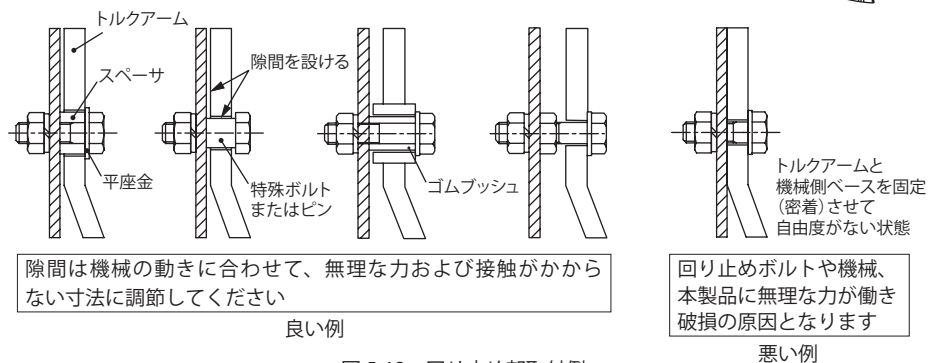

図 5-12 回り止め部取付例
(3) トルクアーム取付 (枠番 1110 ～ 1640)
① 被動軸への取り付け
- ・はめあいが固い場合は、中空軸の端面を木製ハンマで軽くたたいて挿入してください。この際、ケースやオイルシールは絶対にたたかないでください。また、特にはめあいが固い場合は、図 5-12 のような治具を製作してご使用いただければ、よりスムーズに挿入できます。
①……止め輪 ②……スペーサ ③……スラスト軸受 ④……ナット ⑤……両切りボルト